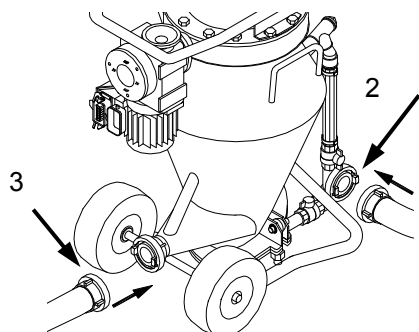

Рис. 15: Подсоединить остальные шланги
5. Шланг для транспортировки материала (3) (рис. 15) подсоединить к С-муфте кожуха нагнетателя.
8. Воздушный шланг (2) (рис. 15) от емкости транспортирующей установки подсоединить к компрессору.